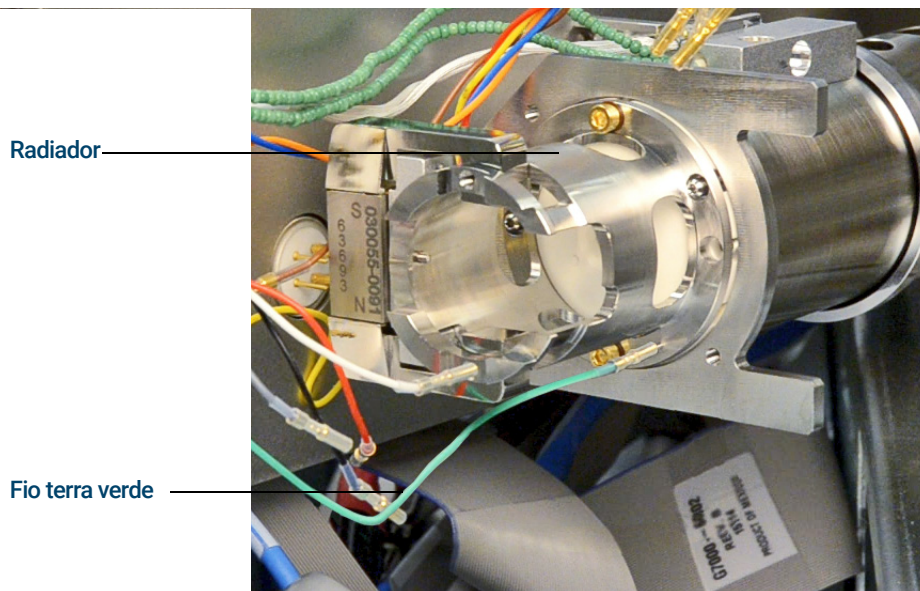

Figura 70 Radiador da fonte de CI
- 2 Desconecte o fio terra verde do radiador. (Consulte **Figura 70**.)